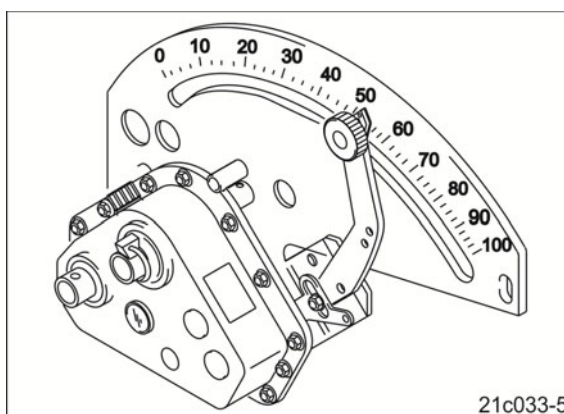

Bild 198
5. Halvera utsädesmängden. Ställ om växelspaken (Bild 198/1) motsvarande.